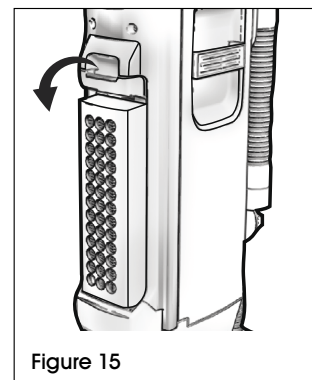

Figure 15
1. Tirez sur le loquet de l'assemblage du filtre pour le libérer. (Voir Figure 15)